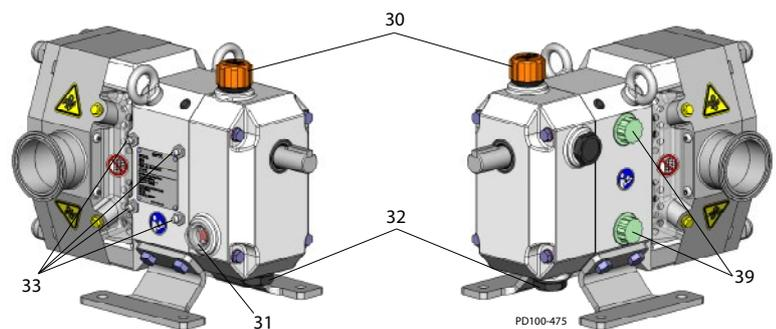

Figura 26 - Pontos de Lubrificação
Table 1: Solicitar tabela para Figura 26
AVISO: Cada bomba é expedida da fábrica com a caixa de engrenagem selada. Antes de utilizar, verifique o nível do óleo e substitua o tampão de drenagem de óleo mais a montante pelo respiradouro de enchimento de óleo fornecido, na localização do item 30 na Figura 26.
A graxa em excesso irá se acumular na caixa de engrenagens. Retire através do orifício de limpeza coberto com uma tampa de plástico (Figura 26, item D).